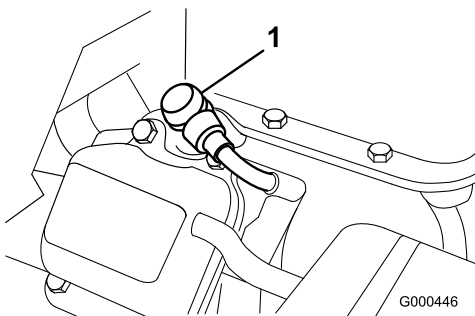

Figura 24
1. Staccate il cappello della candela (Figura 24).